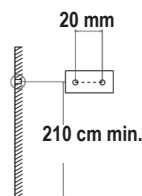

Fig. 1
- Marquez les trous de fixation sur le mur. (Fig. 1)